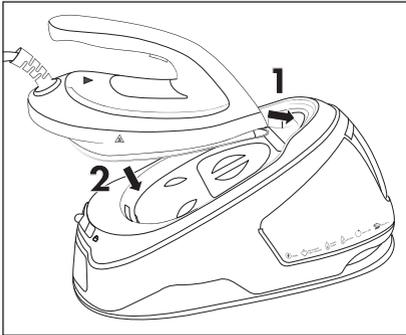

Fig. 7
- 3) Stil altid dampstrygejernet **1** på afsætningsfladen **17**, idet spidsen af strygesålen **4** sættes i spænd i kanten af afsætningsfladen **17**. Sæt produktet på afsætningsfladen **17** (se fig. 7).